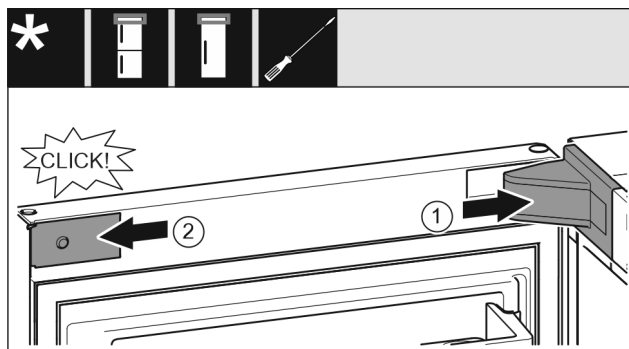

Fig. 20
- ▶ Colocar y encajar la cubierta del soporte de apoyo; dado el caso, separar presionando con cuidado. Fig. 20 (1)
- ▶ Colocar y encajar lateralmente el panel. Fig. 20 (2)